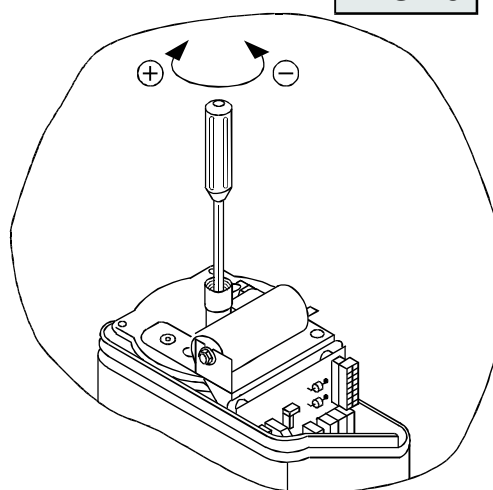

FIG.13
- Se la forza risulta superiore agire sulla vite di regolazione dopo aver tolto alimentazione all'impianto di automazione (vedi Fig. 13).
- Ruotare l'albero veloce (dove è inserito il cacciavite di Fig.13) in modo che l'anta si muova leggermente in senso contrario al fermo.